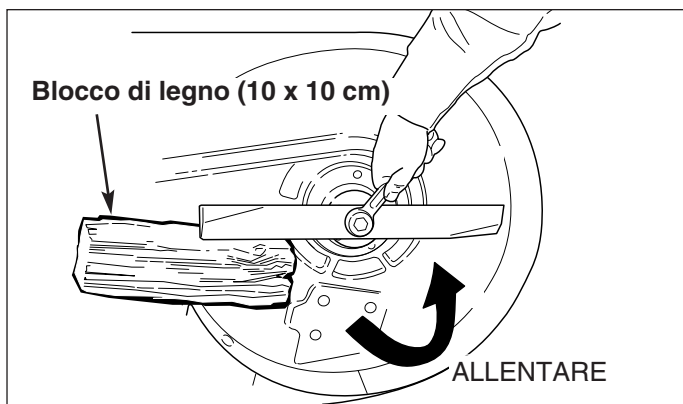

Figura 22. Smontaggio della lama
3. Per smontare la lama, utilizzare un blocco di legno per impedire la rotazione delle lame e smontare il bullone della lama (Figura 22).